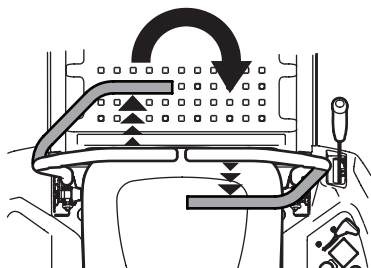

Figura 28
- Para girar en el sentido de las agujas del reloj, mueva la palanca de control de la transmisión de la barra de seguridad izquierda hacia adelante mientras mueve simultáneamente la palanca de control de la transmisión de la barra de seguridad derecha hacia atrás (Figura 28).